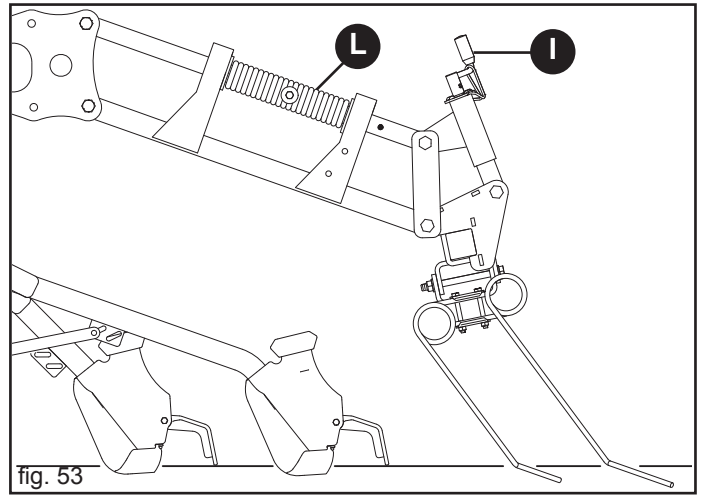

fig. 53
Die normale Arbeitsposition der Egge wird auf Abb. 53 illustriert. In dieser Position ist der Verschleiß der kurzen und langen Zähne gleichförmig. Durch Einwirken auf die Einstellkurbel (I) kann die Neigung der Egge verändert werden.
Der Arbeitsdruck der Federzähne der Saatgutabdeckegge kann durch Drehung der Feder (L) auf dem oberen Parallelarm verändert werden (Abb. 53).